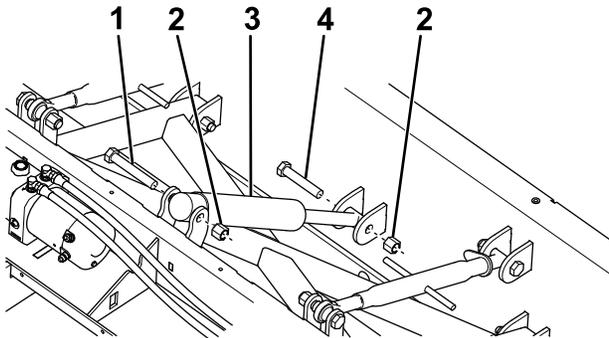

Figura 7
1. Sujete provisionalmente el cilindro de elevación al soporte central de la pala central con un perno ($\frac{3}{4}$ " x 4") y una contratuerca, como se muestra en la Figura 7.
2. Sujete provisionalmente el otro extremo del cilindro de elevación al soporte central del acoplamiento con un perno ($\frac{3}{4}$ " x 4 $\frac{3}{4}$ ") y una contratuerca (Figura 7).